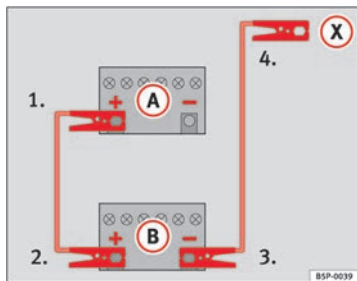

Abb. 151 Schema für das Anklemen der Starthilfekabel
In der ⇒ Abb. 151 ist (A) die entladene Batterie und (B) die stromgebende Batterie.
1. Klemmen Sie ein Ende des roten Starthilfekabels an den Pluspol ⇒ Abb. 151 (+) des Fahrzeugs mit der entladenen Batterie ⇒ ⚠.
4. Klemmen Sie das andere Ende des schwarzen Starthilfekabels (X) beim Fahrzeug mit der entladenen Batterie an ein massives, fest mit dem Motorblock verschraubtes Metallteil oder an den Motorblock selbst an, jedoch nicht in der Nähe der Batterie ⇒ ⚠.